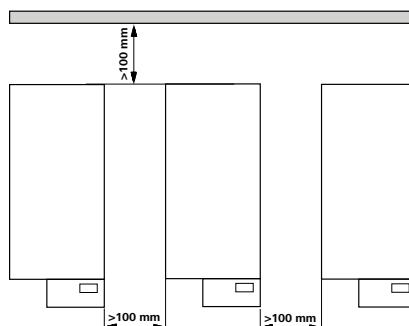

fig. 2
- Beakta minsta avstånd mellan apparater, mellan apparat och vägg över placeringen (800 mm), se fig. 2.